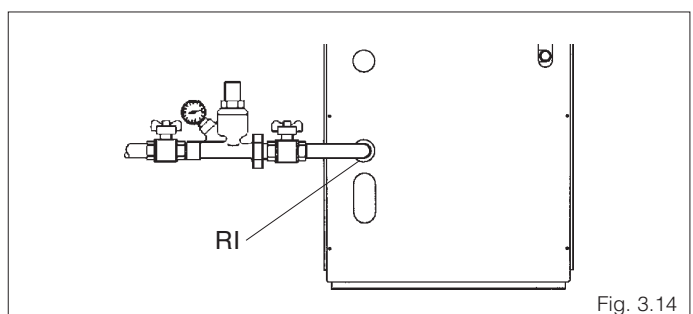

Fig. 3.14
- chiudere tutti i dispositivi dell'impianto idrico (fig. 3.14).